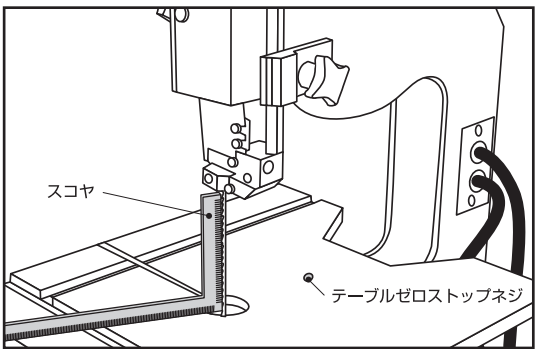

図5
- 2.テーブルゼロストップネジを六角棒レンチでゆるめてください。(図5)
- 3.スコヤまたは三角定規などを用いて、鋸刃とテーブルの角度が90度になるように調整してください。(図5)